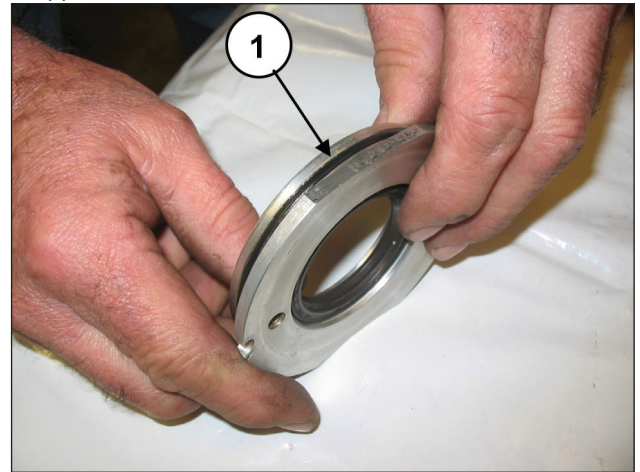
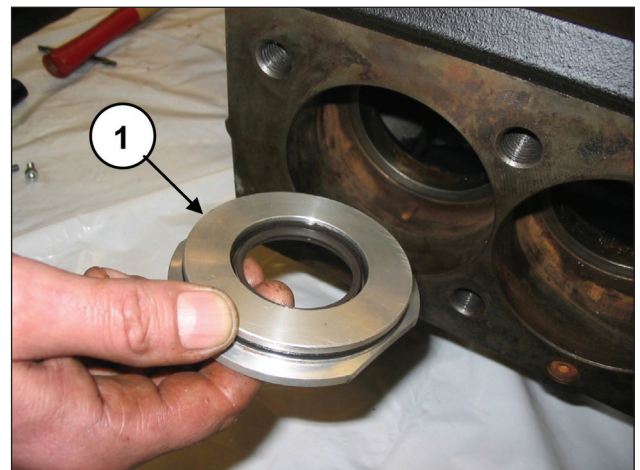

Abb. 175
Abb. 176
Setzen Sie den O-Ring (Pos. ①, Abb. 175) in die Aufnahme des Ölabbstreifring-Deckels ein und bauen Sie die montierte Gruppe in den Gehäusesitz ein (Pos. ①, Abb. 176).